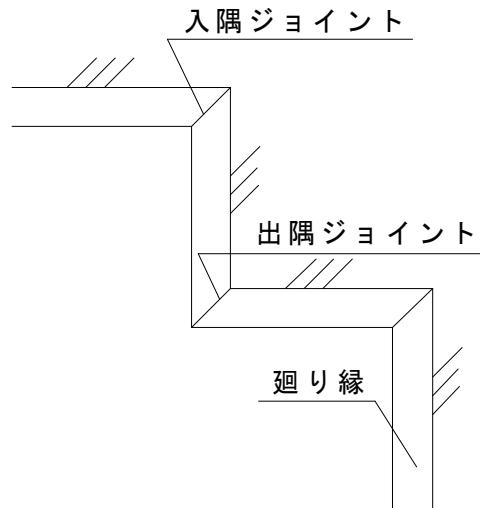

図2-5-2 廻り縁の取付け①(廻り縁の出隅、入隅)
②切断時は金切り鋸を用いて切断し、切断部分はヤスリ(細目)にて面合わせをすること。
③廻り縁のジョイント部は必ず専用の廻り縁ジョイントを使用し、出隅および入隅については、廻り縁を約45度で切断して廻り縁ジョイント(出隅または入隅)により接続すること。(図2-5-2、図2-5-3参照)